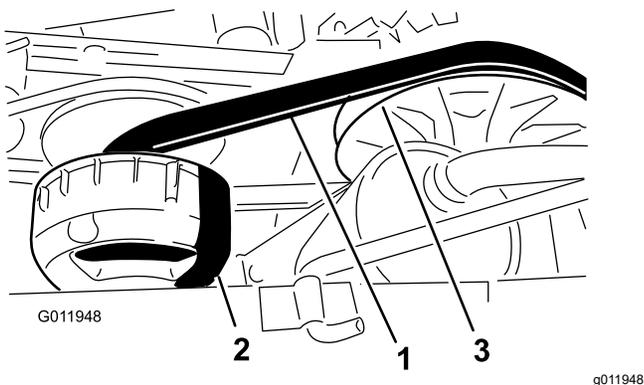

Figure 56
4. Faites tourner la courroie (Figure 56) et vérifiez qu'elle n'est pas excessivement usée ou endommagée.
3. Faites tourner la courroie et faites-la passer sur l'embrayage secondaire (Figure 56).
4. Enlevez la courroie de l'embrayage primaire (Figure 56).
5. Alignez la courroie neuve sur l'embrayage principal (Figure 56).
6. Faites tourner la courroie et faites-la passer sur l'embrayage secondaire (Figure 56).